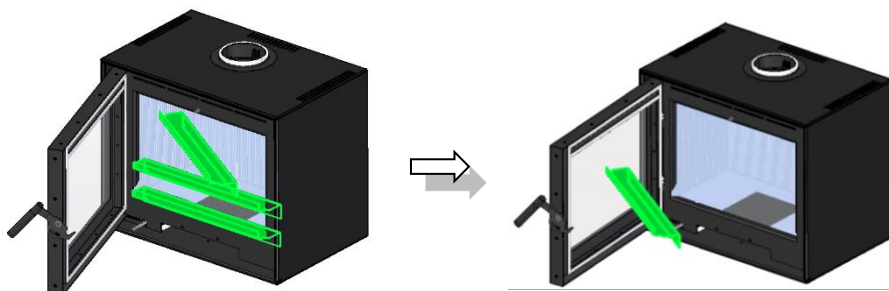

Figura 13 – Remoção da defletora de cinzas
1. Remova o defletor de cinzas deslocando para cima e retire-o do equipamento, ver Figura 13.